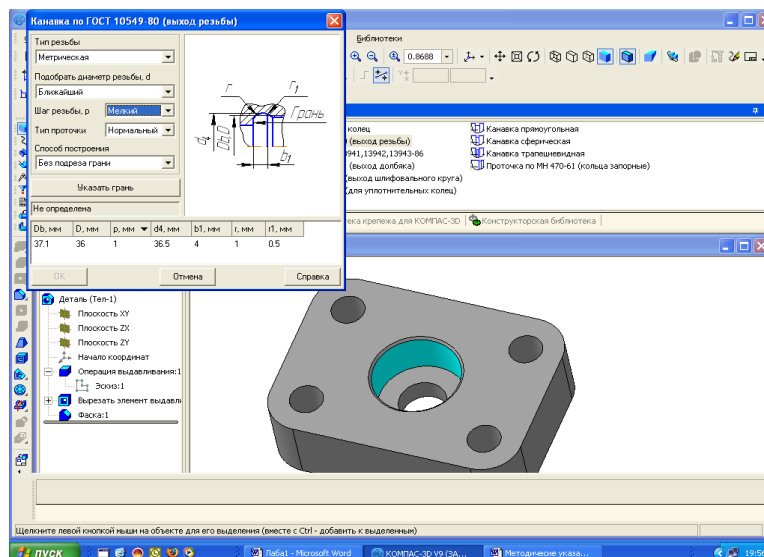

Рис. 3.23. Задание параметров проточки
2. В окне документа укажите на цилиндрическую поверхность, на которой выполняется канавка (проточка). Эта поверхность выделится ярким аквамариновым цветом. В диалоговом окне **Сообщение библиотеки** поставьте флажок в разделе **Внутренняя** и нажмите **ОК**. Появится диалоговое окно, в котором будут указаны форма и размеры канавки в соответствии с ГОСТ 10549-80. Установите **Шаг резьбы**– **мелкий**, тип проточки – **нормальный** (рис. 3.23).